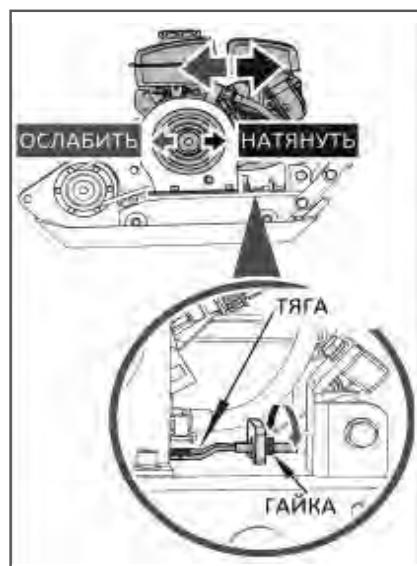

Рис. 31 Регулировка натяжения ремней Т-60, Т-80, Т-90, Т-100. А – болт В – контргайка
- для натяжения ремней ослабьте затяжку контргаек В, после чего закрутите болты А натяжного устройства (Рис. 31);
- для ослабления ремней ослабьте затяжку контргаек В, открутите болты А натяжного устройства (Рис. 31) и сдвиньте двигатель к вибратору;